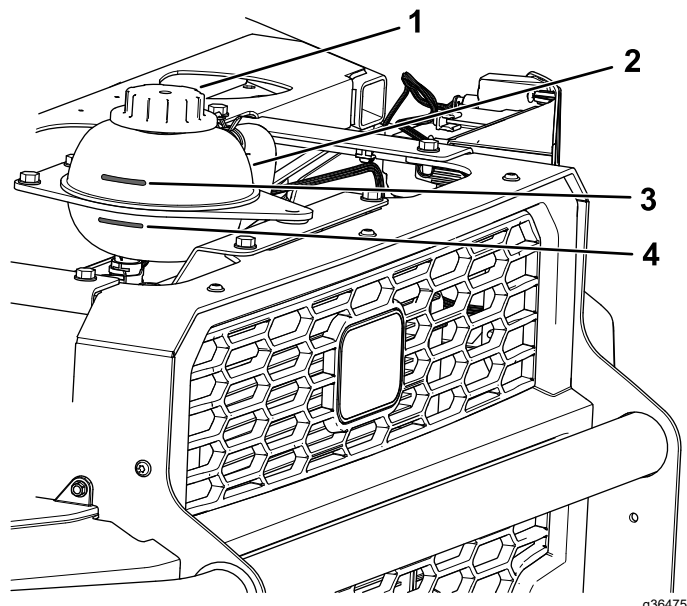

Figura 88
4. Compruebe el nivel de refrigerante del depósito de refrigerante (Figura 88).